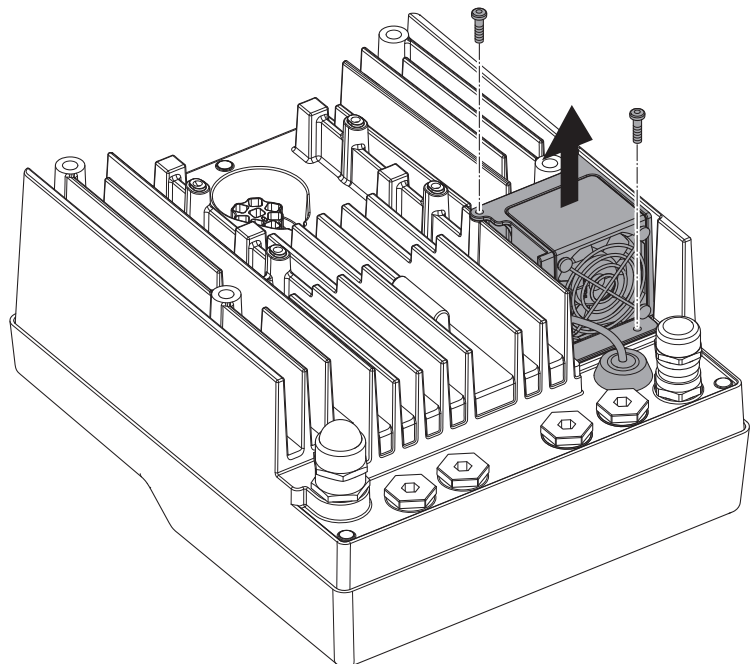

Fig. 47: Демонтаж на вентилатора на модула
- Разхлабете винтовете на вентилатора на модула (Fig. 47).